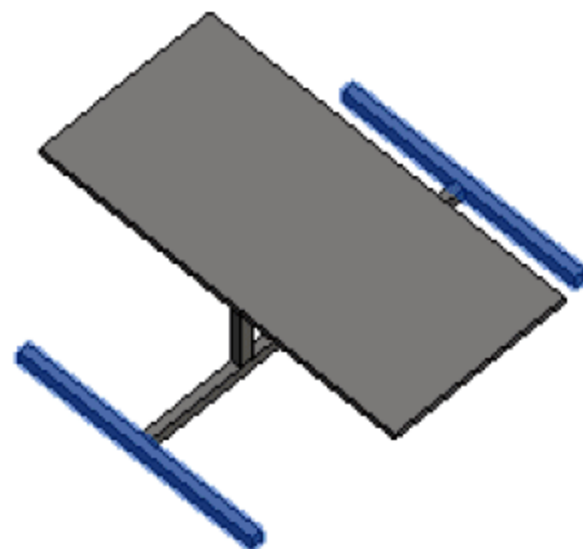

图 8.3.12 支架 E 效果图
(13) 编辑可见性并添加材质。首先,选中支架 E 图元,在“属性”面板中编辑“可见性/图形替换”选项,取消“平面/天花板平面视图”复选框的选择,单击“确定”按钮。其次,添加支架 E 的材质,选择或添加“不锈钢”类型,单击“确定”按钮,如图 8.3.12 所示。